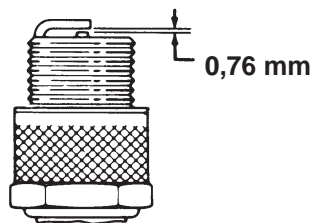

Figure 39
4. Réglez l'écartement entre les électrodes centrale et latérale à 0,76 mm (Fig. 39). Mettez en place la bougie ainsi réglée avec son joint d'étanchéité et serrez-la à 23 Nm. A défaut de clé dynamométrique, serrez fermement la bougie.